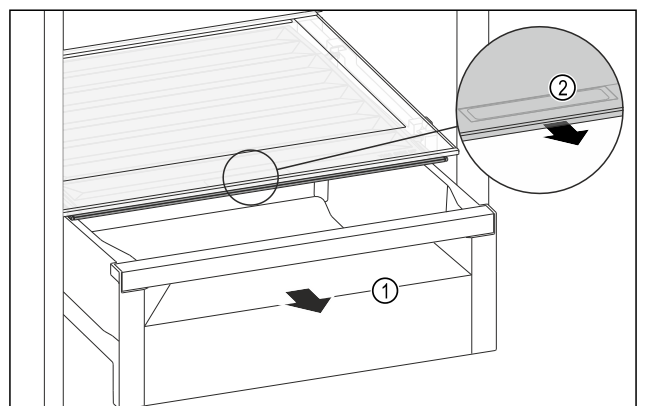

Fig. 121
- ▶ Schubfach Fig. 121 (1) herausziehen.
- ▶ Griffmulde Fig. 121 (2) am Fachdeckel anfassen und Fachdeckel gleichzeitig nach vorne ziehen.